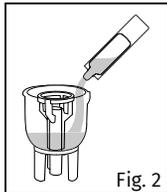

Fig. 2
4. Umpleți nebulizatorul cu medicamentul care este prescris de un medic (Fig. 2).